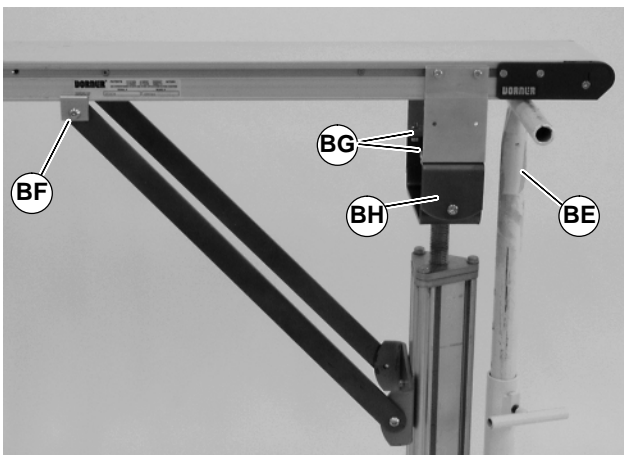

Figure 39
1. Vorübergehend Tragstützen (BE siehe Abb. 39) unter das Förderband platzieren.
6. Die Schrauben des Standes wieder festziehen (BI).
7. Das Förderband auf die Förderbandstütze (BH siehe Abbildung 39). absenken. Förderband mit Befestigungsteilen montieren (BG).